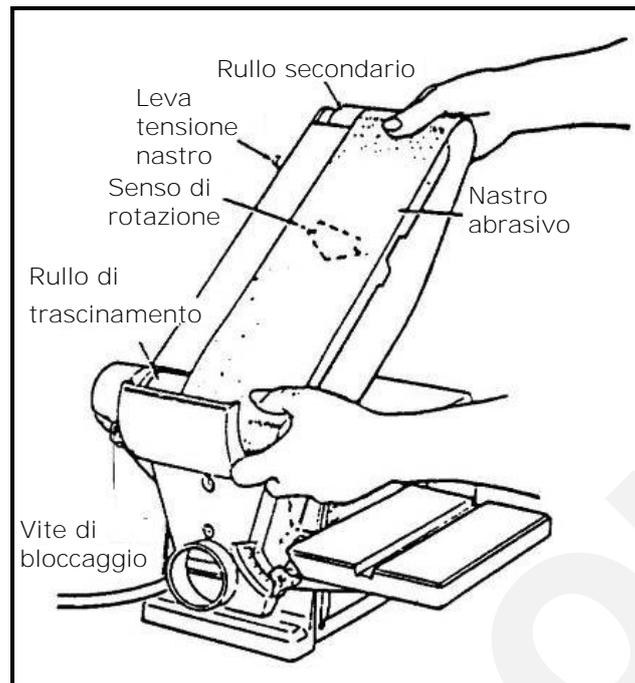

Figura 13 – Montaggio del disco abrasivo.
2. Inserite il nastro nuovo sui due rulli di guida, assicurandovi di rispettare il verso di rotazione del nastro (figura 13).